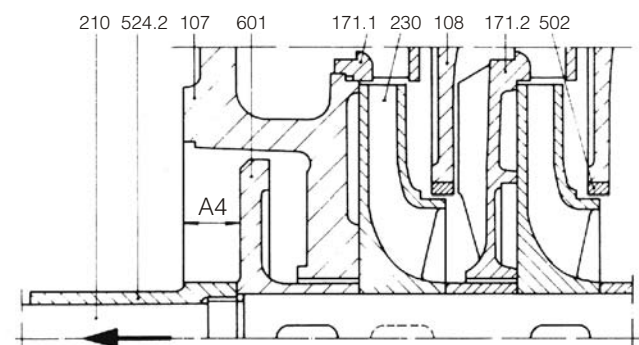

Fig. 45
04. Puxar o eixo na direção do recalque até que o rotor encoste no corpo de pressão e difusores. Obter então a medida "A4" (vide Fig. 45).